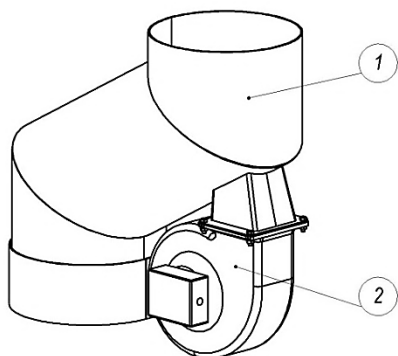

Рис. 10
- ж) Группа безопасности (Рис.10)
Является дополнительной опцией, позволяющей увеличить тягу отводимых газов. Устанавливается в соответствии с Рис.10.